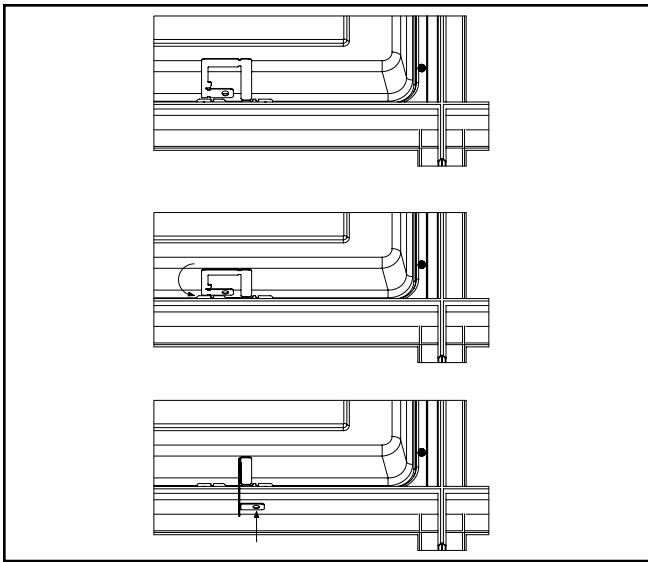

Figure 4.
6. Les brides de grille sont fournies afin d'offrir un soutien accru au système de plafond. Orientez les quatre (4) languettes du luminaire sur la GRILLE EN T en pliant les languettes perpendiculairement jusqu'à un angle de 90 degrés vers l'arrière du luminaire. Pliez les languettes des vis à 90 degrés par rapport au clip de la grille, puis à 90 degrés vers le cadre de la GRILLE EN T. Pour une fixation supplémentaire, enfoncez une vis autoperceuse (fournie par d'autres) à travers la languette de la vis et dans la GRILLE EN T (Fig. 4).